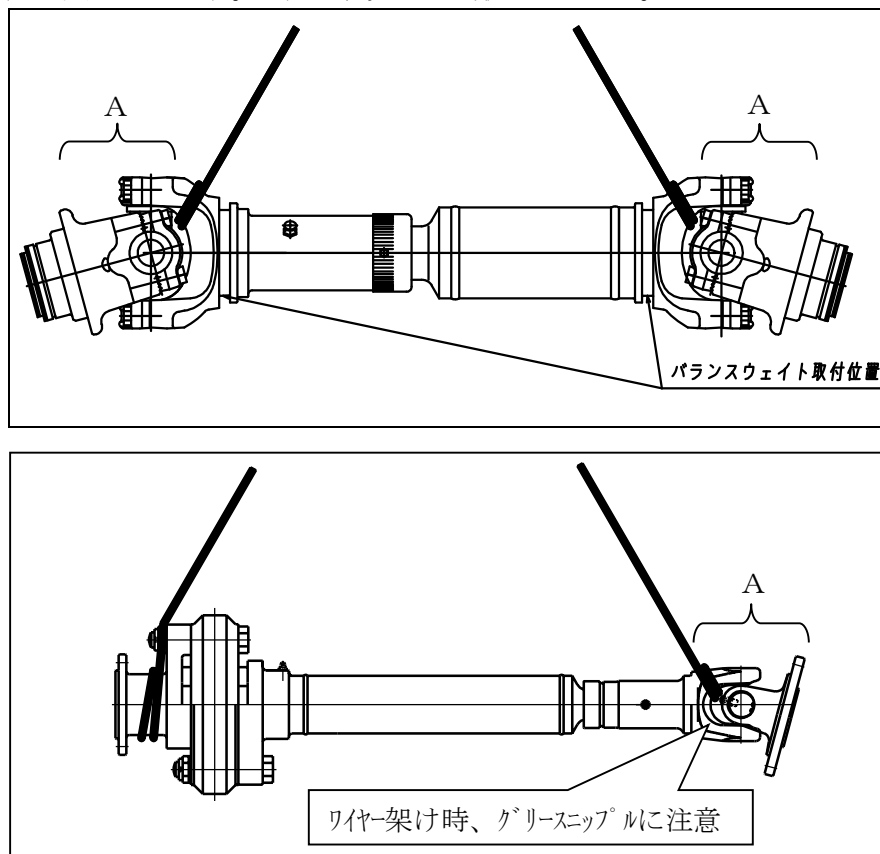

図1 吊り上げ方法
- ・ ユニバーサルジョイントは、クロスキット部(クロス・ベアリング)が自在でヨークが首を振るのでヨーク部を支えないこと。また、はさまれて、手・指が潰される恐れがあるので、図1 A部には手をいれないこと。
- ユニバーサルジョイントを吊り上げるときは麻、ナイロンまたはワイヤーロープを使用し図1の要領で行なって下さい。この時、ベアリング部のオイルシールなどの損傷を防止するため、クロスおよびベアリングにロープがかからないようにしてください。